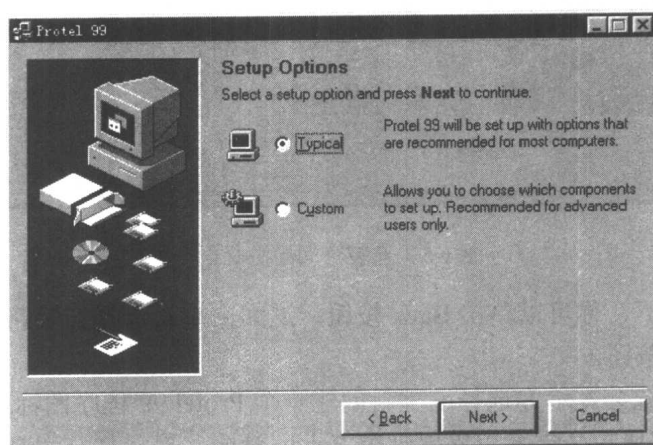

图 1-3 Protel 99 设置选项画面
3) 从自己光盘背面或者 Serial Number 记事本中找到该序列码,然后将序列码键入到对话框中,随后单击 Next 按钮。屏幕上会出现如图 1-3 所示的画面。